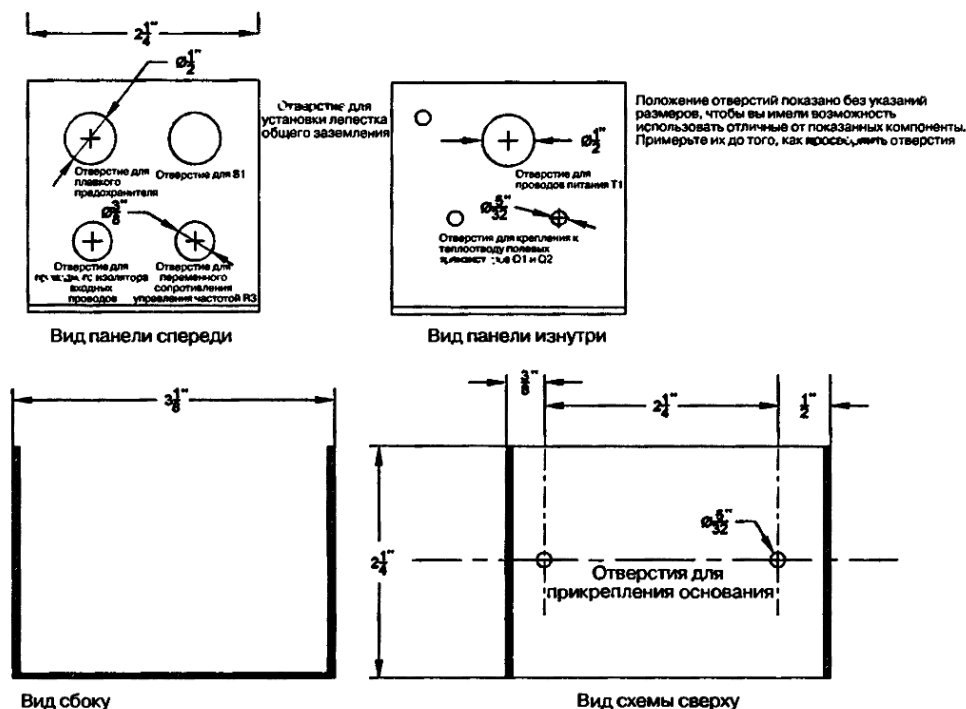
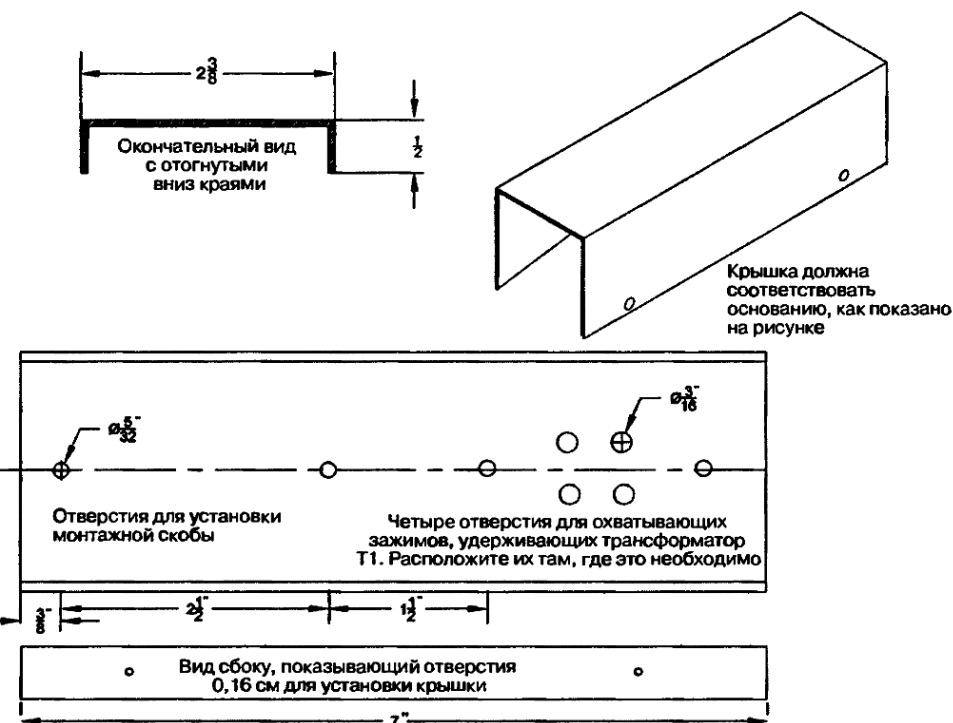

Рис. 17.4. Изготовление монтажной скобы
Рис. 17.5. Изготовление пластикового основания и крышки
| MTGBK1 | 1 | Монтажная скоба, см. рис. 17.4 | |
| CHANNEL | 1 | Пластиковое основание, показано на рис. 17.5 | |
| COVER | 1 | Крышка из пластика, см. рис. 17.5 | |
3. Изготовьте монтажную скобу МТГВКТ (рис. 17.4), пластиковое основание и крышку, как показано на рис. 17.5.